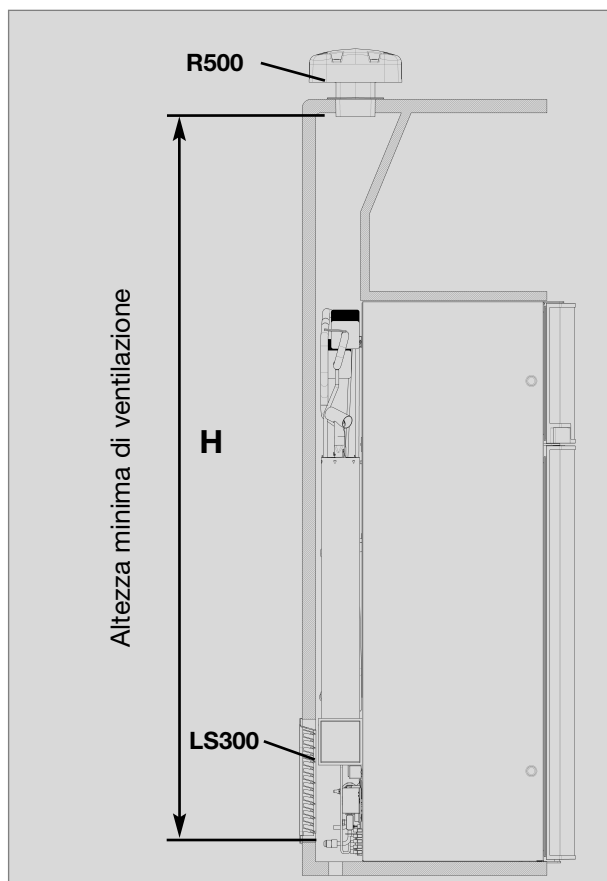
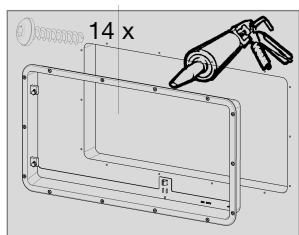

Fig. 13
Fig. 16
L'aerazione dell'aria avviene attraverso due aperture situate nella parete esterna del caravan. L'aria fresca entra dal basso e si convoglia riscaldata attraverso la grata di ventilazione superiore (effetto camino). **La grata di ventilazione superiore deve essere posta nel punto più alto possibile sopra il gruppo frigorifero (Fig. 13) . La grata di ventilazione inferiore deve essere collocata al livello del pavimento del vano (Fig. 16),** permettendo che eventuali perdite di gas (più pesante dell'aria) possano fuoriuscire direttamente all'esterno. **Il bruciatore a gas deve trovarsi al di sopra del bordo (1).**